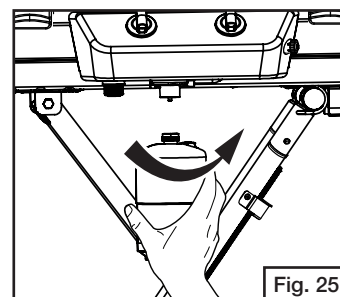

Fig. 25
- Quite el tapón plástico del cilindro de propano y enrosque el cilindro en el regulador apretándolo con la mano. (Fig. 25)